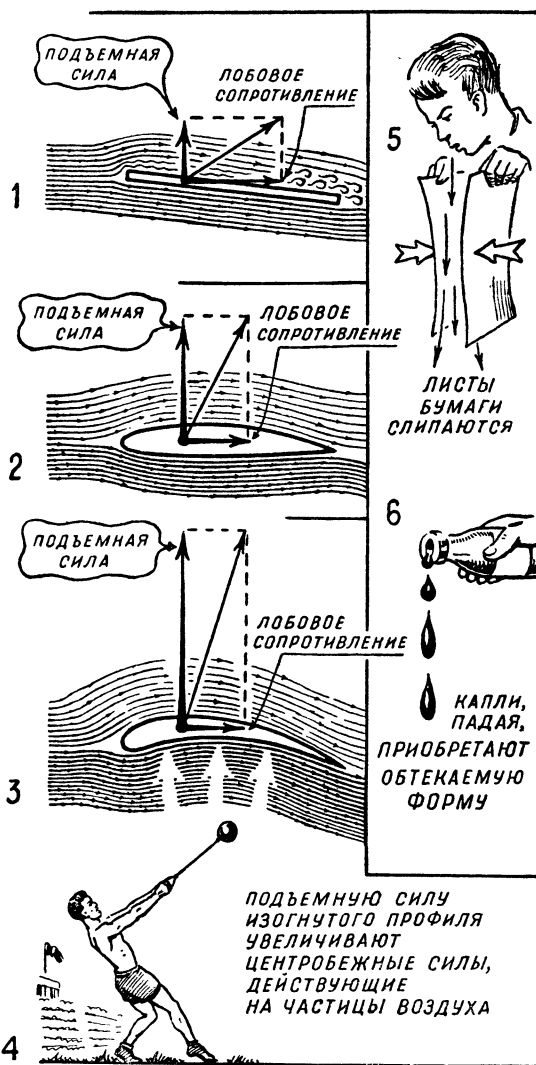

Рис. 3.
капля при падении вытягивается в направлении своего движения и приобретает форму с наибольшим утолщением в первой трети своей длины—см. рисунок 3 (6). При обтекании такой капли частицы воздуха уже не образуют вихрей, и капля при своем движении в воздухе будет встречать наименьшую силу лобового сопротивления.
Каплевидную форму следует придавать крылу самолета и модели, а также всем их частям, которые обтекаются воздухом во время полета. Крыло каплевидной формы, изображенное на рисунке 3 (2), будет создавать не только меньшую силу лобового сопротивления, но и большую подъемную силу, чем крыло в виде плоской пластинки—см. рисунок 3 (1).
чем быстрее движется воздух, тем большее разрежение он будет испытывать. Это очень просто проверить: возьмите два листа бумаги, расположите их на расстоянии 2—3 см друг от друга и, подув, направьте струю воздуха между ними. Вы увидите, что листы слипаются — см. рисунок 3 (5). Это происходит потому, что давление воздуха меньше между листами, где воздух движется, чем с их внешних сторон, где воздух неподвижен.
Если же профиль крыла изогнуть, как на рисунке 3 (3), это еще сильнее увеличит его подъемную силу. При этом струйки воздуха, обтекающие крыло сверху, будут стремиться оторваться от крыла, как это происходит с камнем, который привязали к веревке и быстро вращают, — см. рисунок 3 (4). Поэтому же частицы воздуха, движущиеся под крылом, имеющим изогнутый профиль, будут оказывать на него давление снизу. Частицы воздуха, обтекающие крыло сверху, стремясь оторваться от него, будут создавать дополнительное разрежение над крылом.